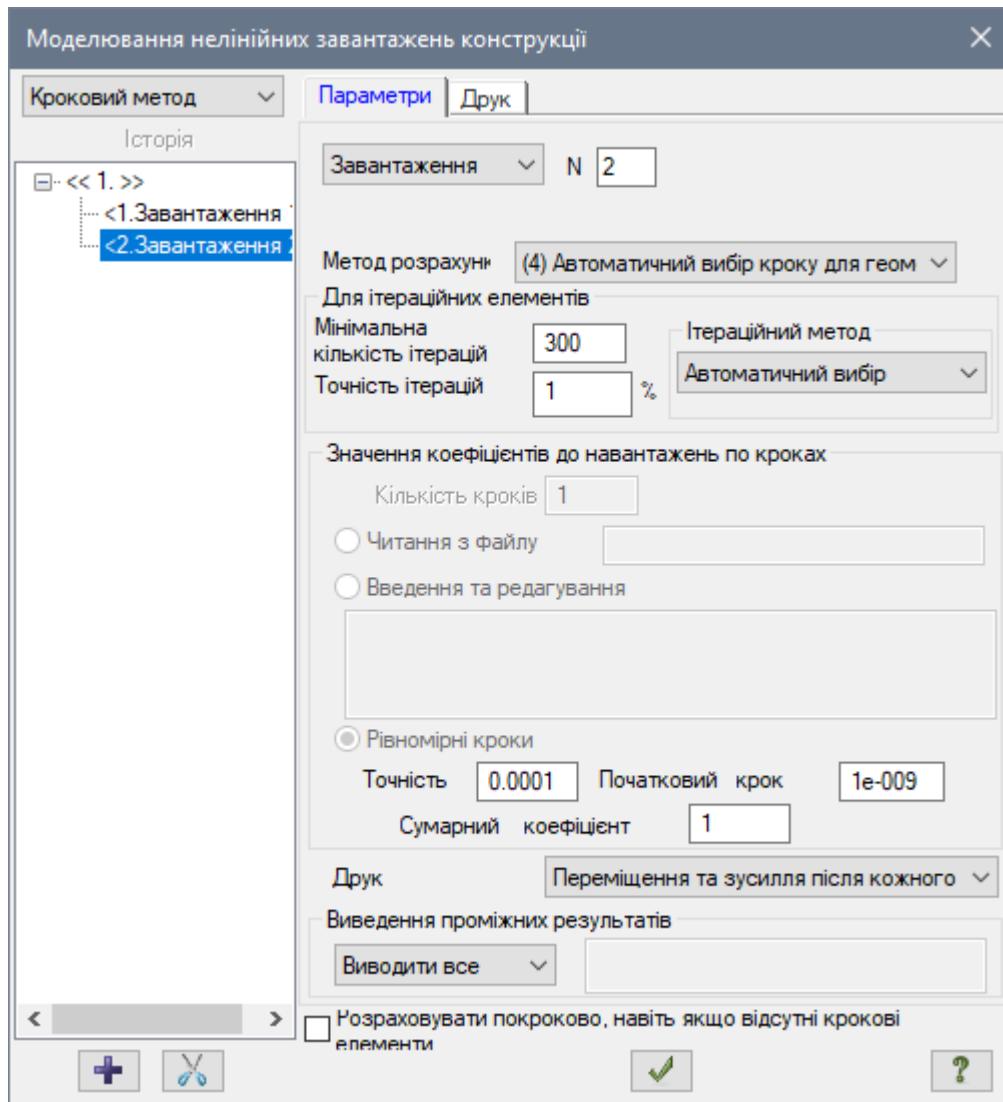

Рис. 8.22. Діалогове вікно Моделювання нелінійних навантажень конструкції
- Натиснувши на кнопку – **Крокова** (панель **Нелінійність** на вкладці **Розрахунок**) відкрийте діалогове вікно **Моделювання нелінійних завантажень конструкції** (рис. 8.22).
- в розкритому списку **Метод розрахунку** виберіть рядок **(4) Автоматичний вибір кроку для геометрично і фізично нелінійних задач**;